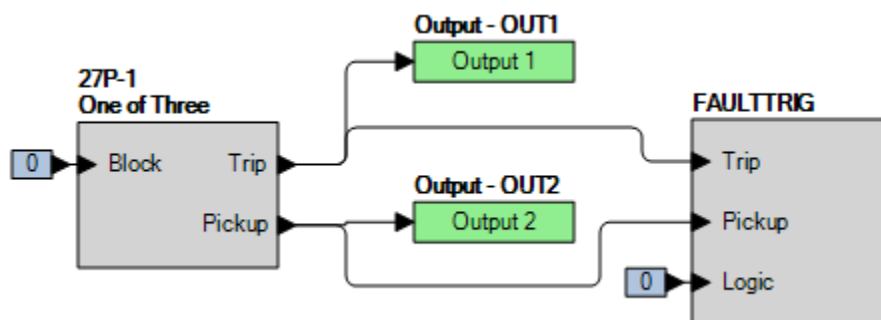

Figure 66-1. Paramètres BESTLogicPlus
Étape 2 : Utilisez BESTCOMSPlus pour configurer la Logique programmable BESTLogicPlus illustrée dans la Figure 66-1.
Étape 4 : Préparez la surveillance de l'exécution de la fonction 27P-1. Cette exécution peut être vérifiée en surveillant la sortie OUT2 (voir Figure 66-1).